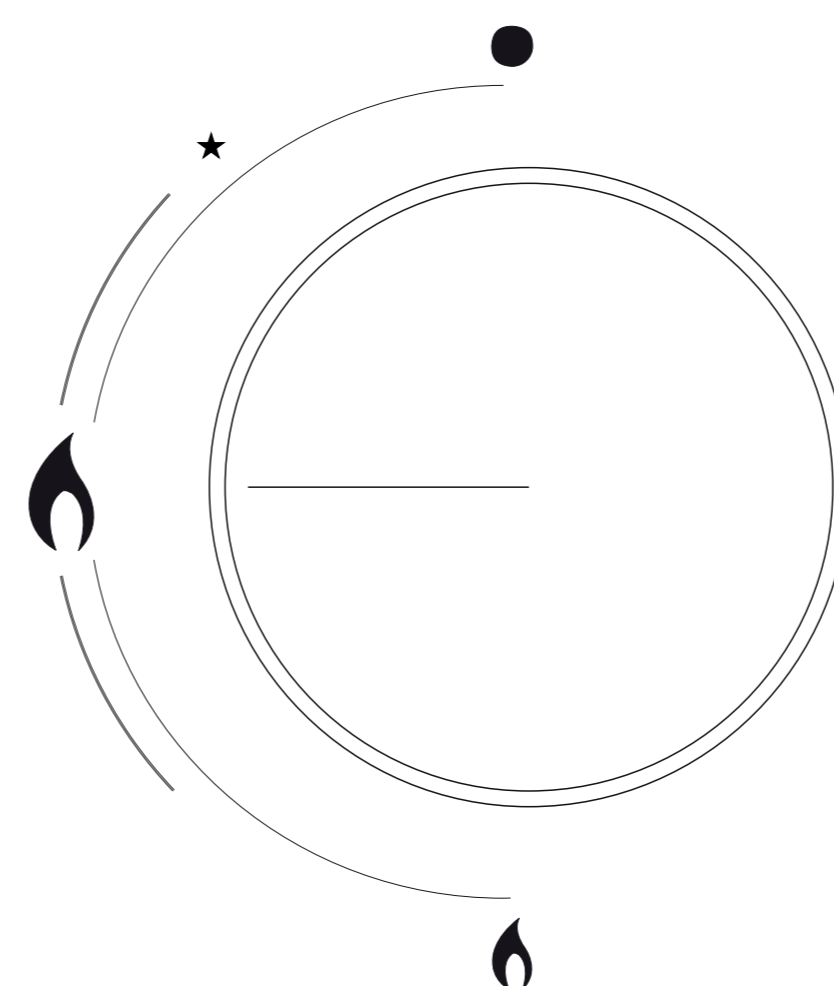
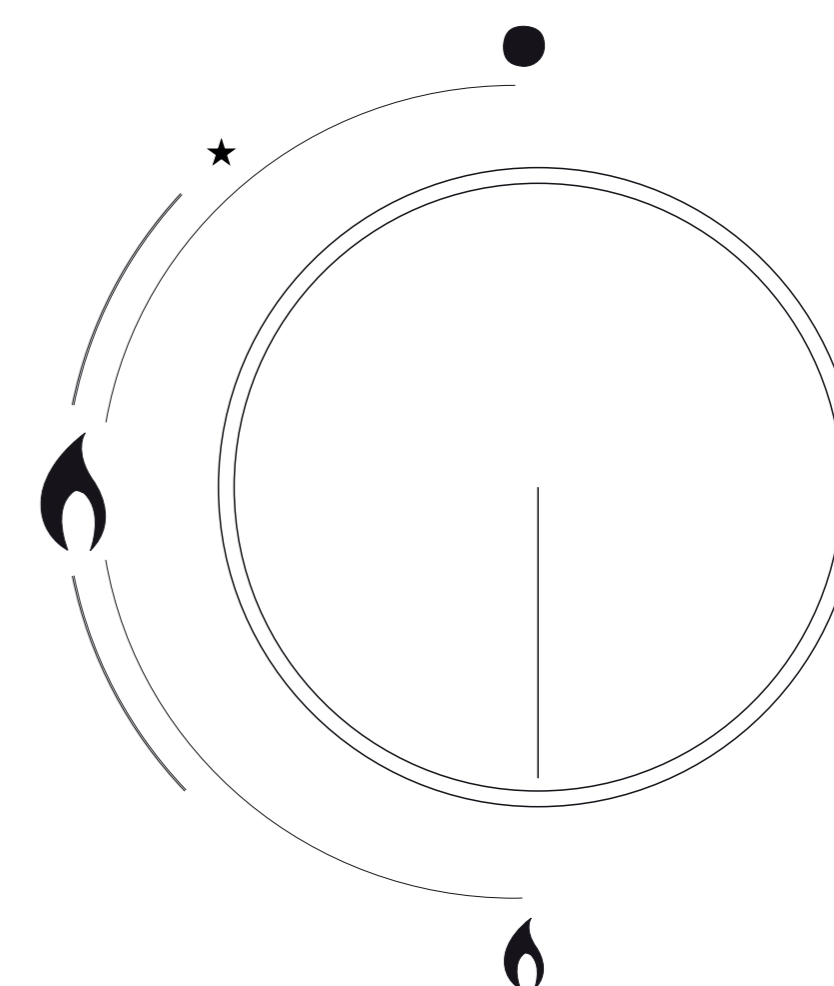

FIGURA 3
FIGURA 4
- Após este intervalo de 15 segundos para regular a chama, você deve continuar girando o botão de controle no sentido anti-horário até que a chama esteja em um nível adequado. A posição de operação deve estar em uma posição entre a posição máxima. (Figura 3 e posição mínima (Figura 4).)